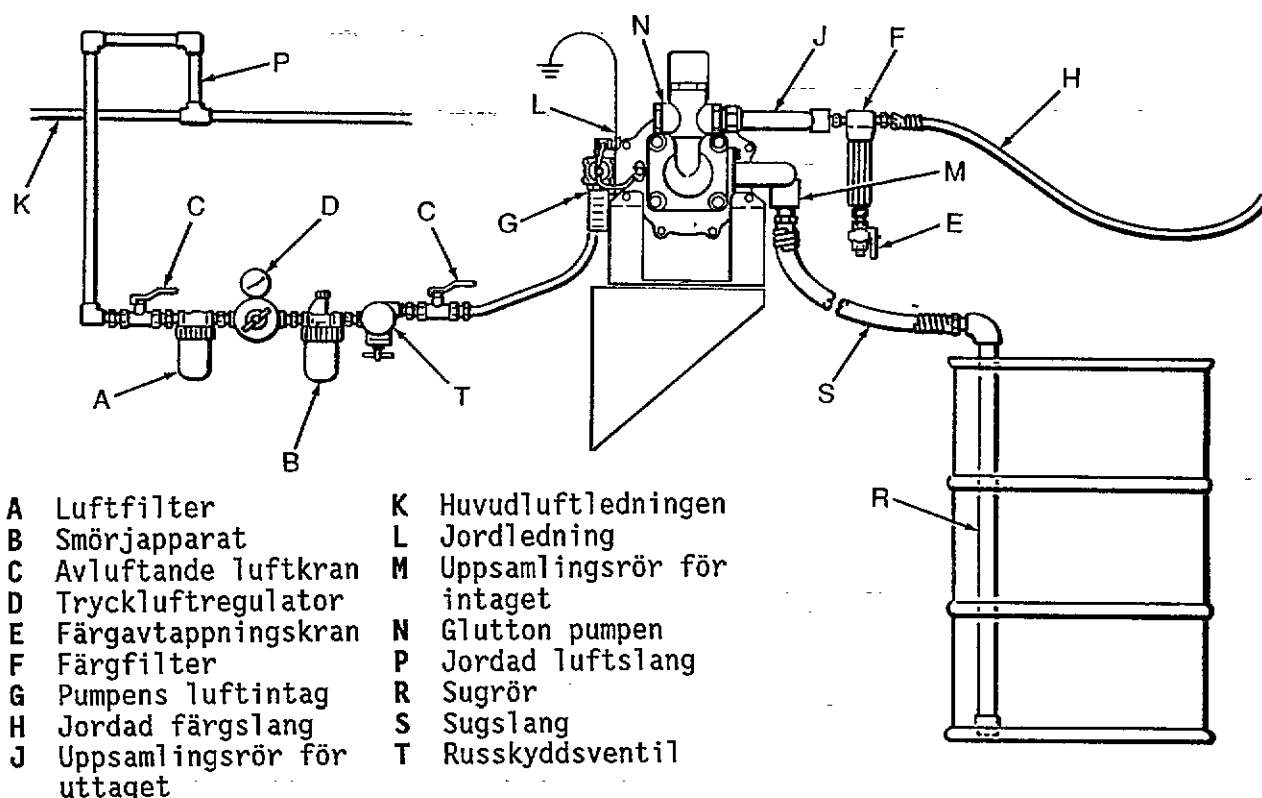

Fig I-1 TYPISK INSTALLATION AV GLUTTON PUMPEN
1. Pumpserierna 400 och 1200: Montera pumpen med ackumulatorerna vända uppåt som visas i Fig I-1. Ackumulatorerna som verkar pulseringsdämpande måste vara vertikalt monterade annars fylls inte pumpen upp med färg.
2. Montera ett färgfilter (F) och en avtappningskran (E) nära färguttaget.
En avtappningskran för färg (E) erfordras i systemet för att avlasta trycket i färgslangen (H) om denna skulle sättas igen av någon anledning. Se fig I-1. Montera en avtappningskran nära pumpens färguttag. Denna avtappningskran minskar risken för allvarliga kroppsskador såsom stänk i ögonen eller på huden eller inträngningsskador av färg.
3. Montera sedan på efter vad som är avsett en sprutpistol, en doserpistol eller en avstängningskran på den jordade färgslangen (H).